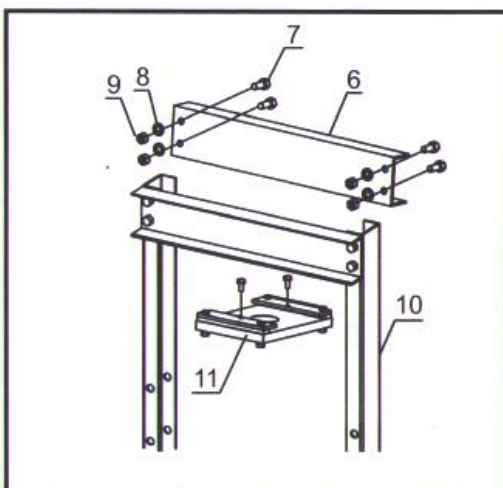

Рис. 4
5. Совместите отверстия верхней поперечины (6) с отверстиями в верхней части стоек (10) и закрепите соединения болтами (7), с шайбами (8) и гайками (9). Закрепите плиту основания силового цилиндра (11). См. рис.4.